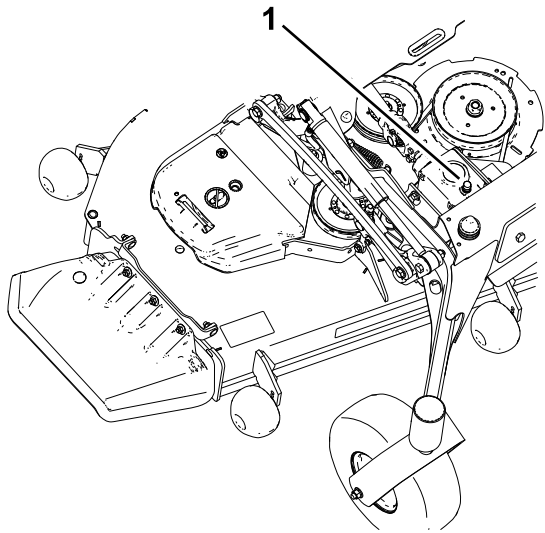

Figura 83
5. Retire la varilla/tapón de llenado de la parte superior de la caja de engranajes y compruebe que el lubricante está entre las marcas de la varilla (Figura 83).
5. Retire la varilla/tapón de llenado de la parte superior de la caja de engranajes y asegúrese de que el lubricante está entre las marcas de la varilla (Figura 83).